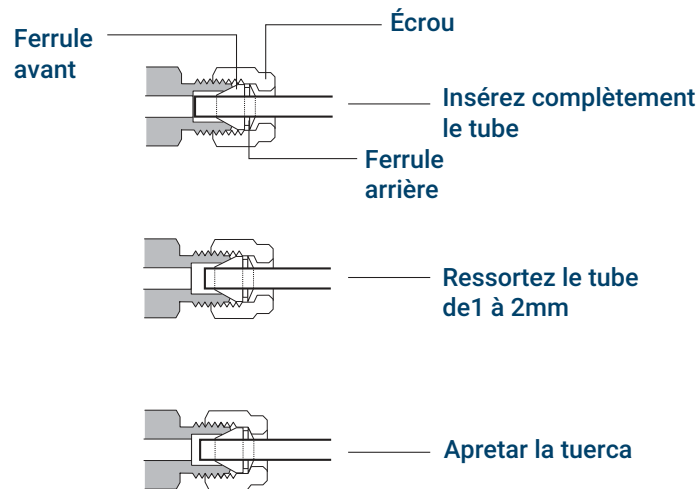

Figure 17. Insérez le tube
4. Poussez le tube à fond dans le raccord mâle, puis ressortez-le de 1 à 2 mm. Reportez-vous à la **Figure 17**.